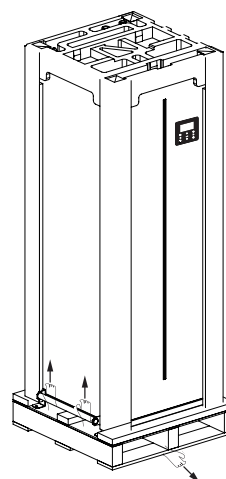

Fig. 2-4
- Ridicați și deplasați cu grijă unitatea în sus, îndepărtând în același timp baza din lemn (consultați Fig. 2-4).